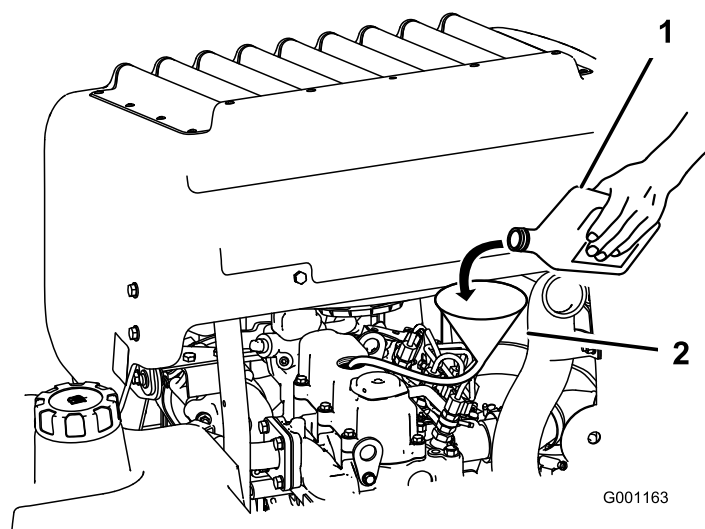

Figura 64
3. Utilizzate un tubo flessibile e un imbuto per aggiungere olio al motore (Figura 64).